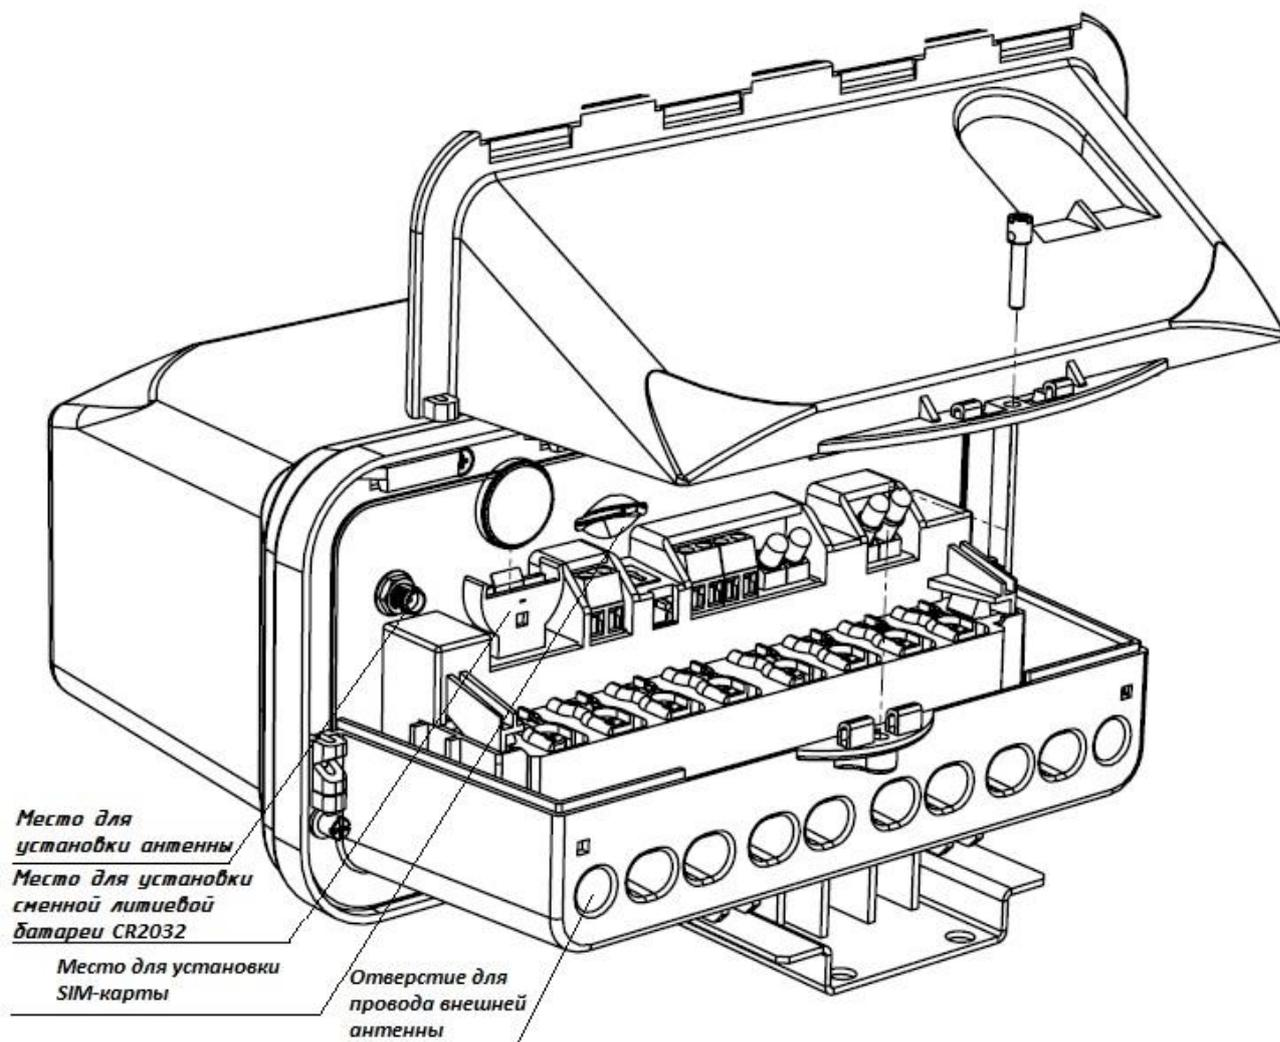

Рисунок 18 - Расположение батареи CR2032 и SIM-карты в измерительном блоке счетчика в корпусе SPLIT
4.3.3.2 У счетчиков с интерфейсом GSM подключить антенну GSM, кабель внешней антенны рекомендуется продеть через отверстие в клеммной крышке измерительного блока (рисунок 18).